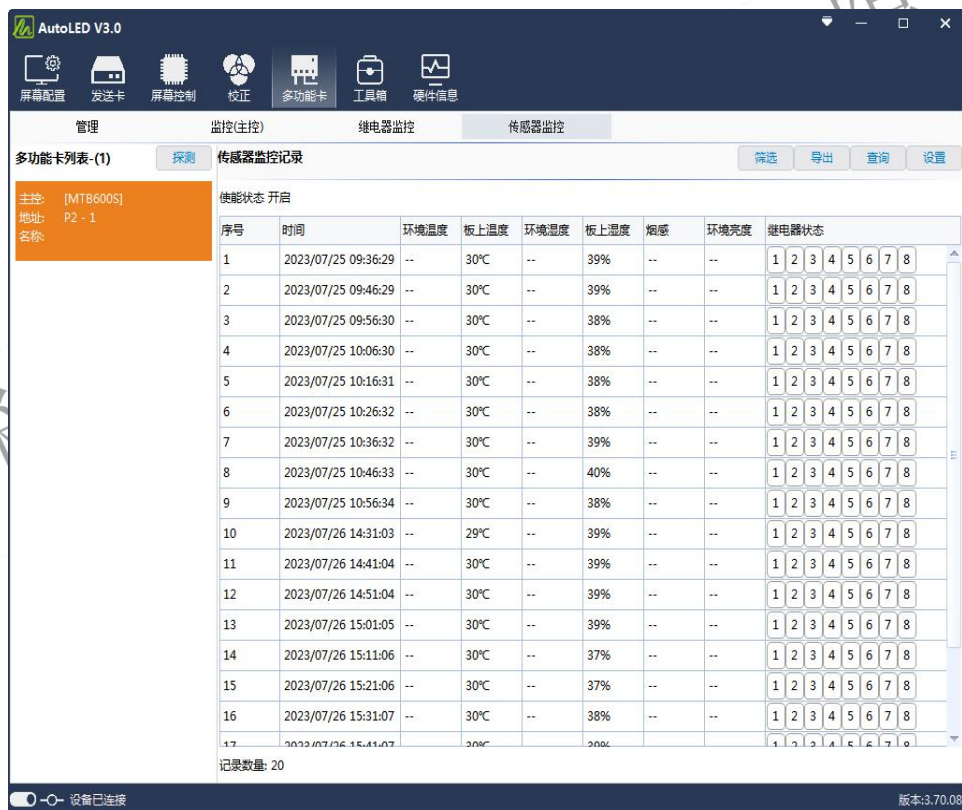

图 7-3-5 传感器监控记录图
③ 点击“传感器监控—查询”，即可显示符合条件的传感器记录。如图 7-3-5 所示。
④ 点击“传感器监控—导出”，即可导出记录到 Excel 表格。